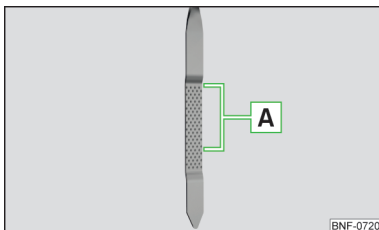

Fig. 141
Oliestanden kan ligge i området **A** » Fig. 141. Hvis oliestanden ligger under området **A**, skal du påfyldte olie.
- Oliestanden må aldrig være uden for området **A** » Fig. 141 – risiko for beskadigelse af motoren og udstødningssystemet.